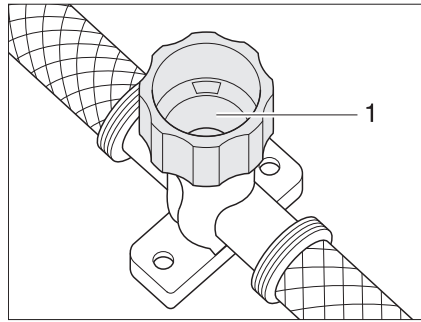

Fig. 128 Llave de desagüe para calentador Therme
- Cerrar la llave de desagüe. Para ello, girar el capuchón (Fig. 128,1) en sentido de las agujas del reloj.
- Abrir la llave de desagüe del calentador Therme. Para ello, girar el capuchón (Fig. 128,1) en sentido contrario a las agujas del reloj.